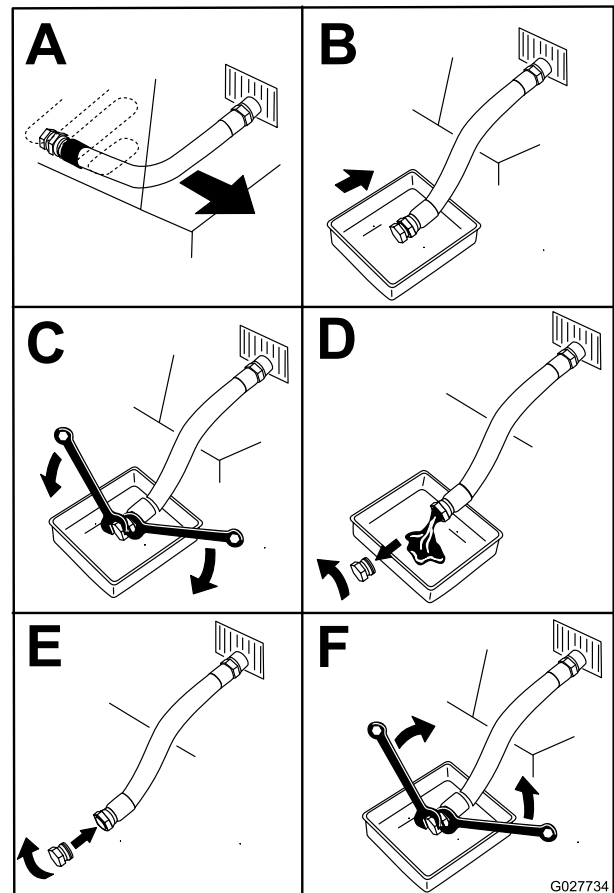

Figure 47
4. Avant de quitter la position d'utilisation, coupez le moteur, enlevez la clé de contact et attendez l'arrêt complet de toutes les pièces mobiles (Figure 47).